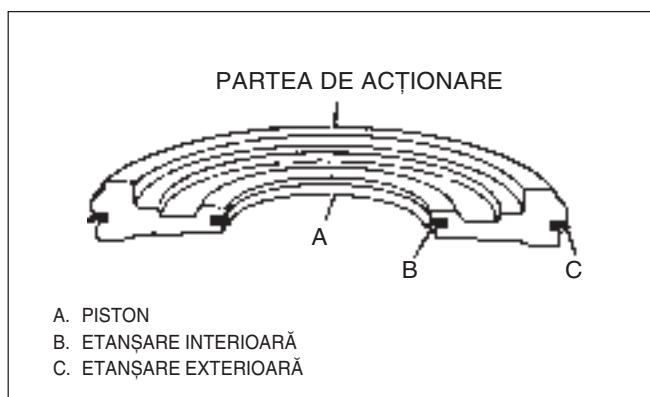

Fig. 66 Montare etanșări piston ambreiaj mers încet și înapoi
- 1) Etanșările noi (651 și 652) pe piston (653) (vezi fig. 66).
- 2) Pistonul (653) – întâi etanșarea interioară (652), iar apoi cea exterioară (651).
- 3) Lamela de revenire (655).
- 4) Suportul (656) lamelei.
- 5) Inelul de siguranță (657) – apăsați-l în jos pe suportul lamelei (656).